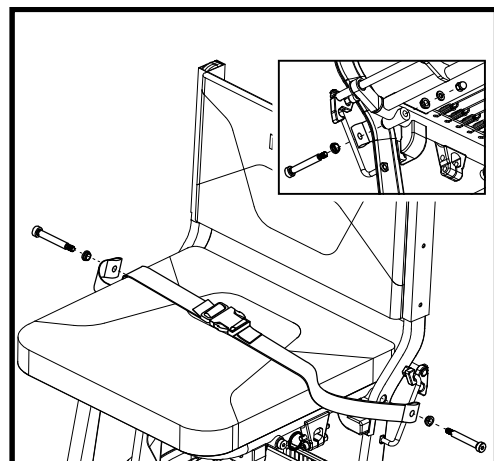

Figure 16. Boulons de ceinture de positionnement
1. Retirez les boulons à épaulement, les écrous crénelés et les rondelles retenant la base du siège. Voir la figure 16.
2. Accrochez les ceintures de sécurité sur le boîtier du boulon d'épaule. Voir la figure 16.